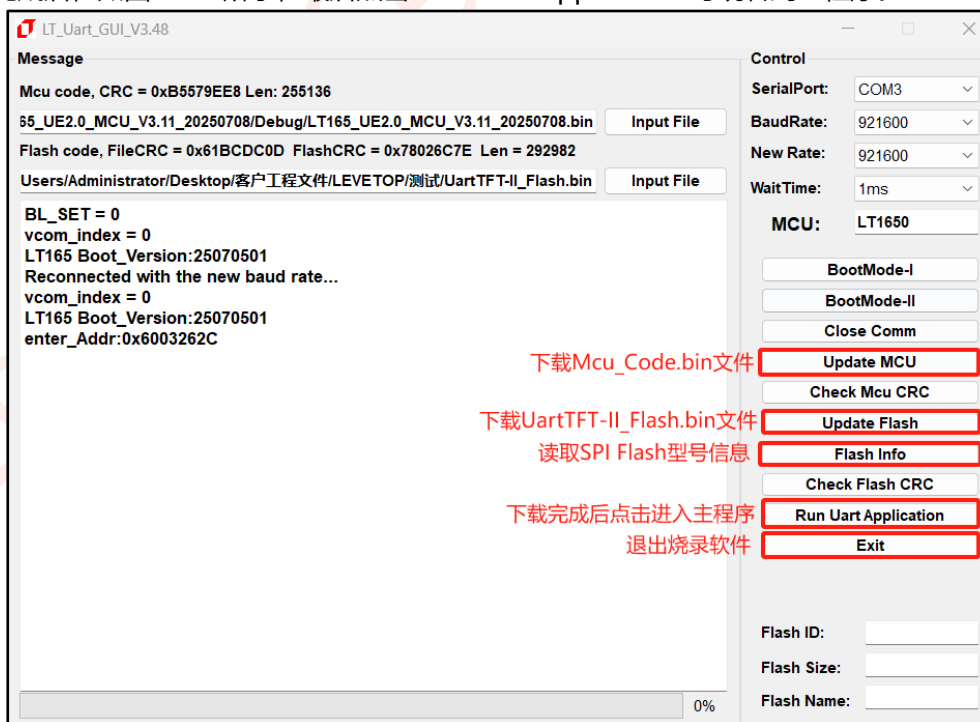
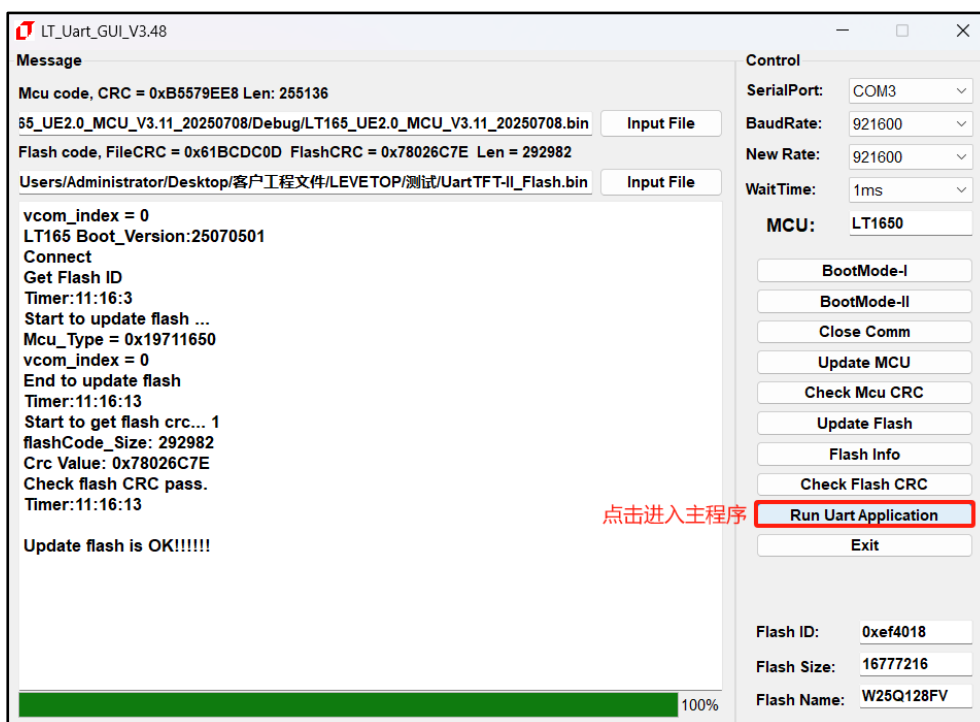

图 16-7：串口升级软件界面说明
图 16-8: 点击进入主程序
3、打开 LT\_Uart\_GUI\_Vxxx 软件后，检查 COM 口和 BaudRate 是否对应，点击 Open Comm。然后选择对应的端口，点击 Input File 添加需要烧录的 MCU\_Code.bin 和 UartTFT\_Flash.bin 工程文件，需确保 BaudRate 为 115200，再点击 Open Comm 打开口连接。BaudRate 若不是 115200 则无法连接，建立连接后软件自动将下载速度调整至 921600。然后点击软件右侧 Update MCU 或者 Update Flash 进行更新，如图 16-7 所示。更新完成后，如图 16-8 所示，最后点击 Run Uart Application 可跳转到主程序。